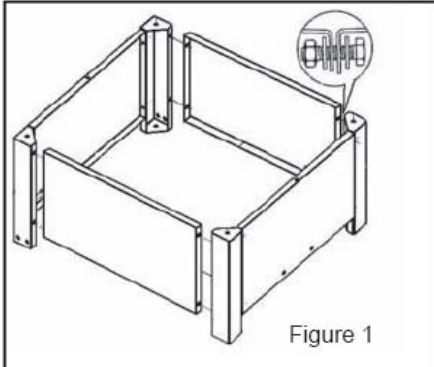

Рис. 1
3. Соберите основание, как показано на Рис. 1.